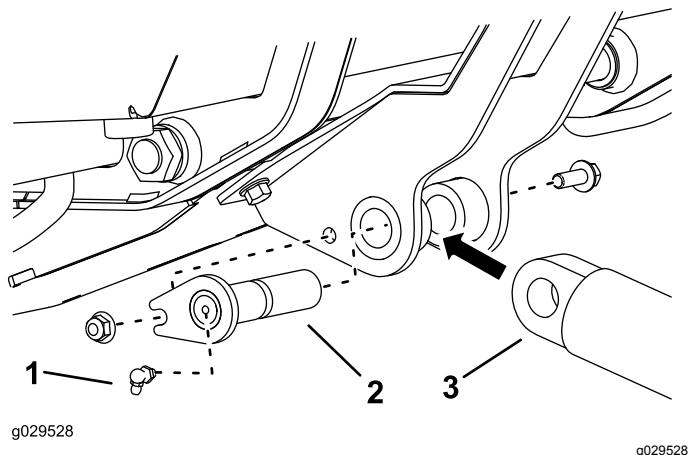

Figura 6
- Montate l'estremità libera del cilindro idraulico sul gruppo di supporto del cilindro con un perno girevole del supporto del cilindro, un bullone ($\frac{3}{8}$ " x 1") e un dado ($\frac{3}{8}$ ") come mostrato nella Figura 6.
- Avvitare un raccordo di ingrassaggio sull'estremità del perno girevole come mostrato nella Figura 6.